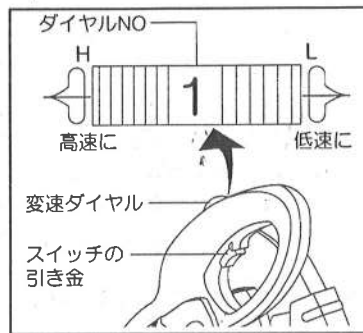

図7
■スイッチの操作(図7参照)
■変速ダイヤルの操作(図7参照)